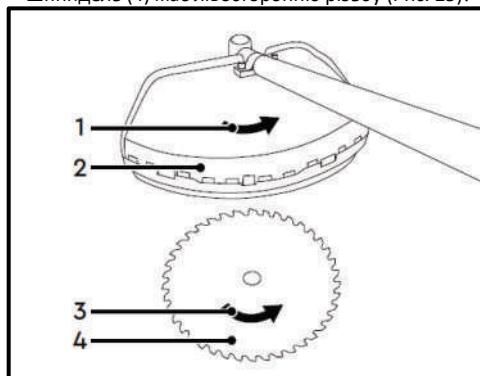

Рис. 25
- Шпиндель (4) має лівосторонню різьбу (Рис. 25)!
- Розташуйте ріжучий ніж (4) так, щоб стрілка (3), яка на ньому зображенна, була спрямована в тому ж напрямку, що і стрілка (1) на захисному кокусі (2) (Рис. 25).